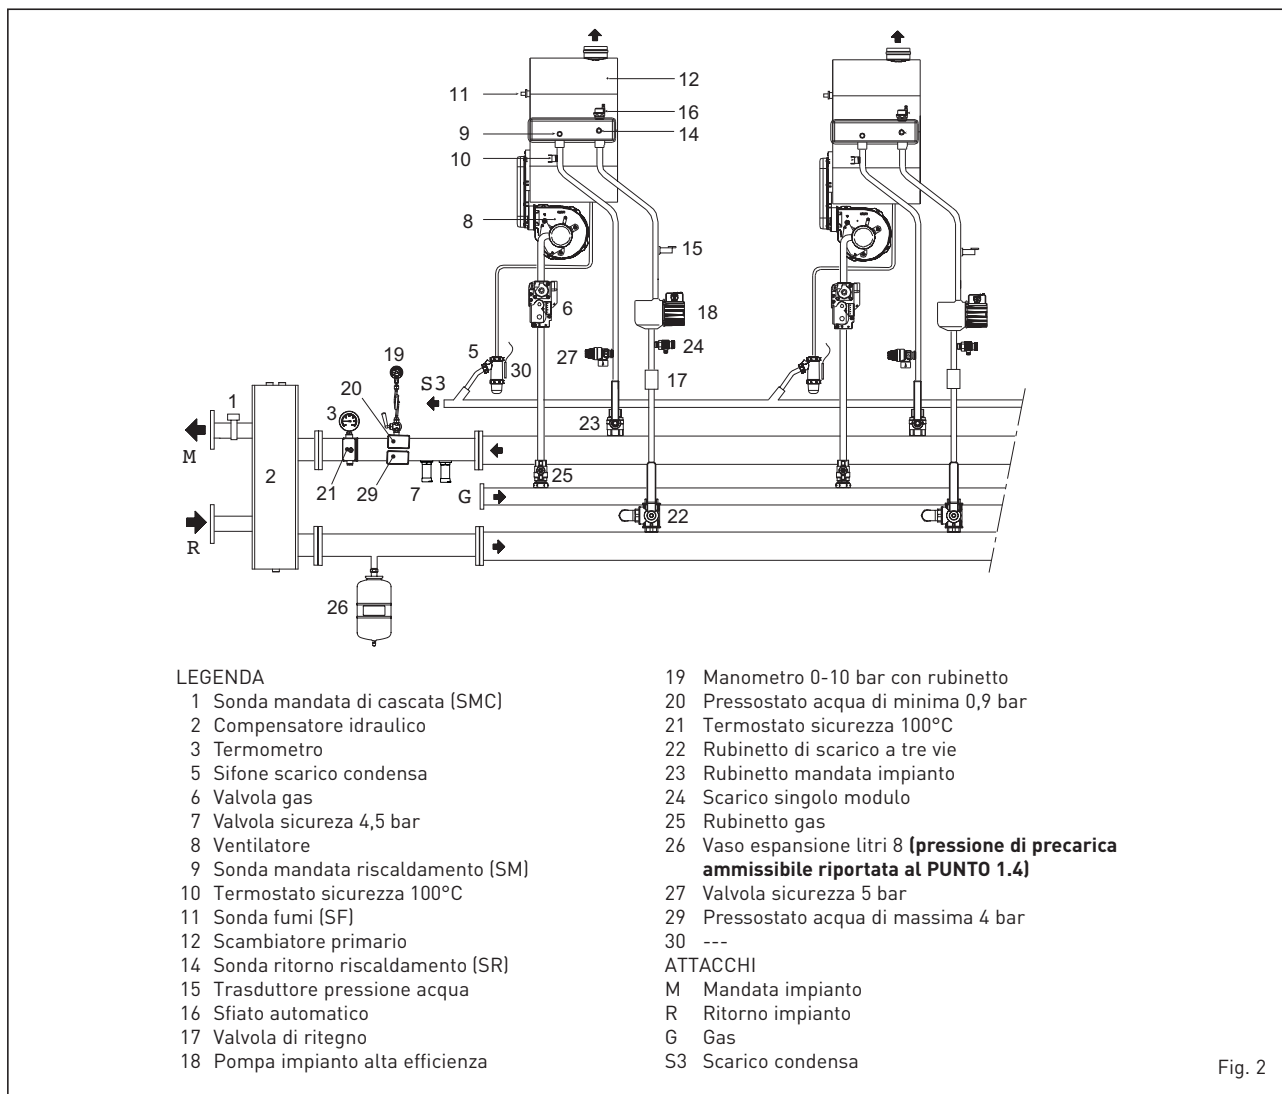

Fig. 2
1.4 CIRCUITO IDRAULICO (fig. 2)